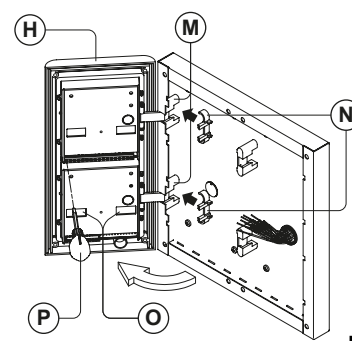

Fig. 49
- Zoals getoond in **Fig. 49**, open het steunframe van de module **(H)** zoals aangegeven door de pointer, haak de scharnierhaken **(N)** vast aan de scharnieren **(M)**, voer de vereiste aansluitingen uit met de schroevendraaier **(P)** (platte kop), voer de nodige afstellingen uit (met de openingen **(O)**) en regel de trimmers;